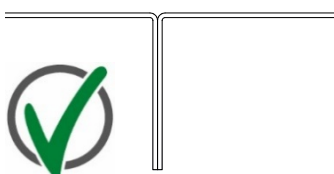
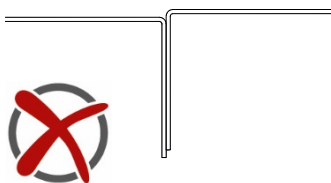

Abb. 28: Stromband ohne Versatz
Abb. 29: Stromband mit Versatz
Um einen Versatz des Strombandes an den Verbinderstellen zu verhindern, dient der Positionierklotz (1) als Gegenlager. Ein Versatz an den Polen führt zu Verschleiß oder Verkanten des Schleifkontakts (siehe Abb. 28 und Abb. 29), deshalb ist der Positionierklotz für die Montage zwingend erforderlich!